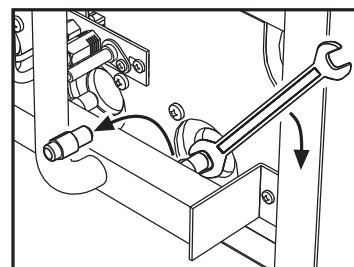
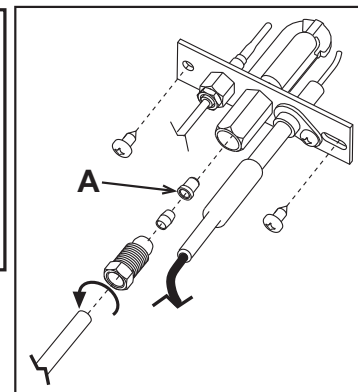

fig. 4
fig. 5
2. Quite los inyectores del quemador principal (fig. 4) y del quemador piloto (A - fig. 5), y monte los que se indican en el cap. 5 para el tipo de gas utilizado.